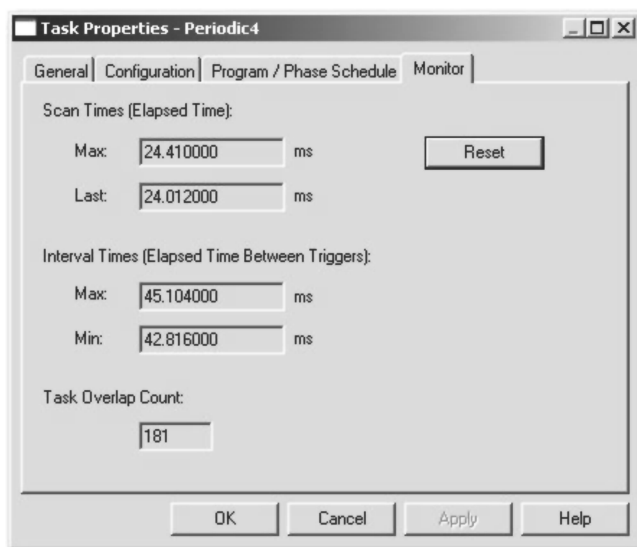

图 11-13 打开的任务属性窗口
19. 出现“监视” (Monitor) 选项卡后, 单击“重置” (Reset) 按钮, 如图 11-13 所示。在此处看到的情况会出乎大多数人的预料。